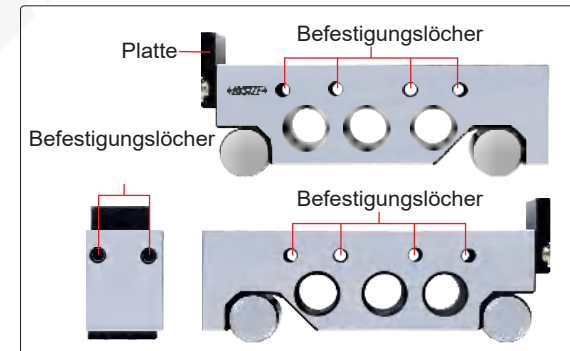

Abb. 1
2. Die Sinusleiste besteht aus einem Hauptkörper mit einer Präzisionsarbeitsfläche und zwei Präzisionszylindern, wie in Abbildung 1 dargestellt, die mit Feststellschrauben von einer Platte umgeben werden können, die als Positionierungsplatte für die während der Messung zu platzierenden Teile dient.